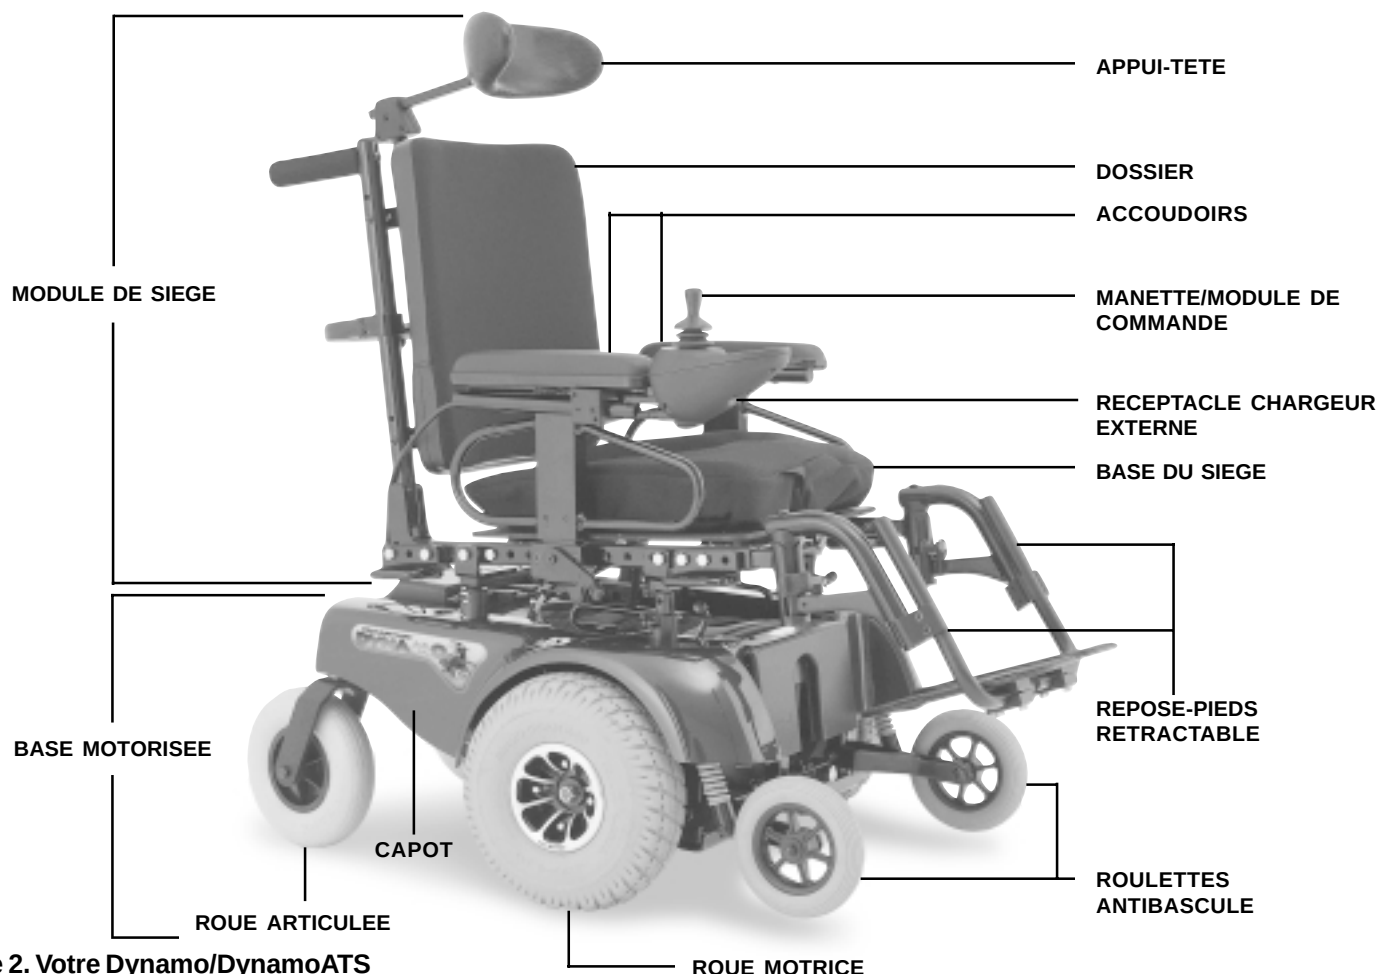

Figure 2. Votre Dynamo/DynamoATS
Votre Dynamo/DynamoATS possède deux composantes principales: le siège et la base motorisée. Voir la figure 2. Il existe plusieurs types de siège pour accommoder la plupart des utilisateurs. Un siège typique comprend l'assise, les accoudoirs, le dossier, la manette de commande et le repose-pieds. Votre fauteuil peut être muni d'un siège inclinable ou basculant, support à manette adapté ou un des autres accessoires facultatifs qui améliorent la mobilité. Référez-vous aux instructions spécifiques qui accompagnent le siège pour de plus amples informations.
- **Manette de commande:** Celle-ci vous sert à commander et diriger le fauteuil. Voir la figure 2.
- **Accoudoirs:** Pour augmenter votre confort lorsque vous êtes dans votre fauteuil. Voir la figure 2.
- **Capot:** Celui-ci protège la base motorisée. Voir la figure 2.
- **Repose-jambes rétractables:** Pour soutenir vos jambes et vos pieds lorsque vous êtes dans votre fauteuil. Voir la figure 2.
- **Antibascule:** Empêche le fauteuil de basculer. De plus, elles permettent au fauteuil de monter sur un trottoir de 2 pouces de haut. Voir la figure 2.
- **Roues motrices:** Celles-ci meuvent le fauteuil. Voir la figure 2.
- **Roues arrière articulées:** Ces roues sont responsables de la stabilité du fauteuil. Voir la figure 2.